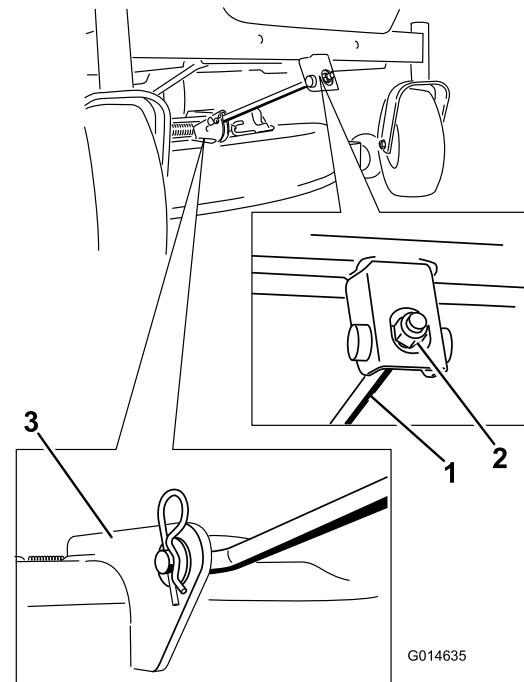

Figura 65
4. Remova o contrapino do gancho da barra de suporte da frente e remova a barra do suporte da plataforma (Figura 65).
- Coloque a barra de suporte da frente na plataforma do cortador com o pino de segurança e contrapino do gancho (Figura 65).